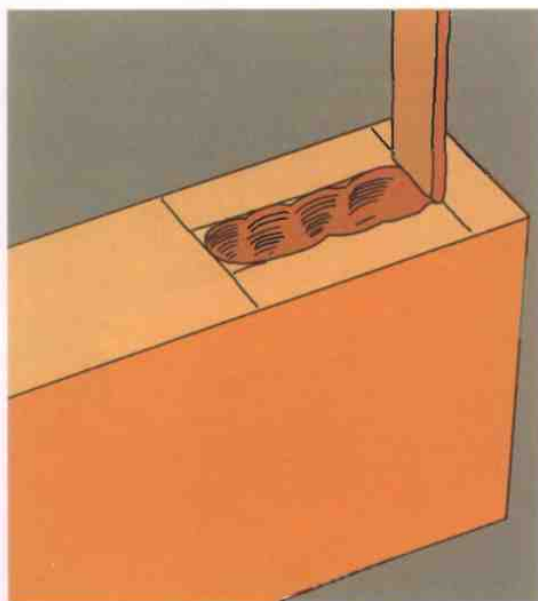

Рис. 5.
3. С помощью циркульной пилы или электролобзика сделайте на концах перекладин шипы. Их размеры показаны на Рис. 5.